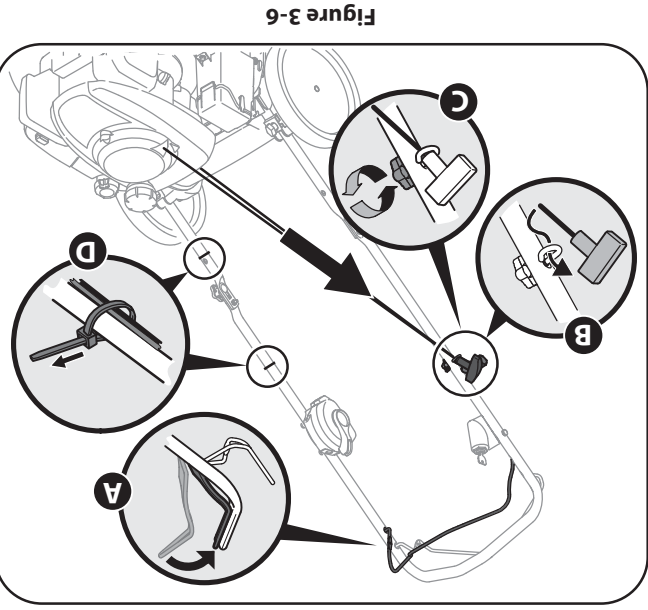

Figure 3-6
4. Le guide de la corde du démarreur est installé sur la droite du guidon supérieur. Desserrez le boulon à oreilles qui maintient le guide de la corde en place. Voir la Figure 3-6.
- b. Dégagez lentement la poignée du démarreur à l'ancrage du moteur et faites passer la corde dans son guide. Voir la Figure 3-6.